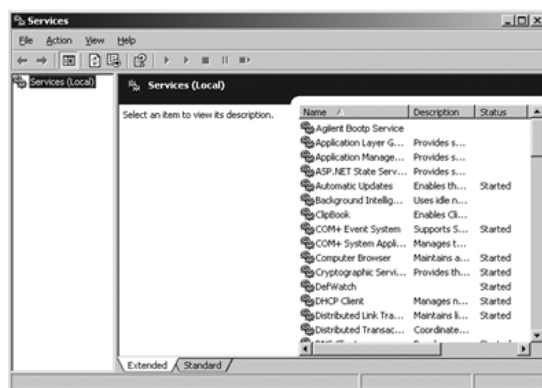

図 28 Windows の [サービス] 画面
- 1 Windows のコントロールパネルで、管理ツール > サービス の順に選択します。サービス 画面が表示されます（『78 ページ 図 28』を参照）。